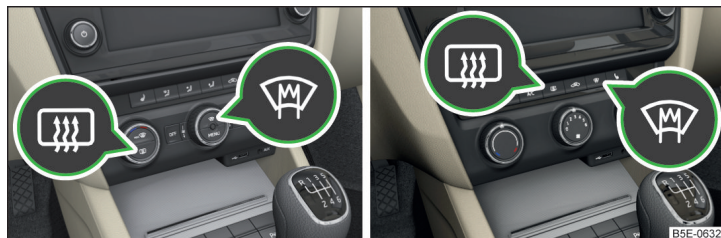

Fig. 55 Teclas para la calefacción del parabrisas y la luneta posterior: Climatronic / aire acondicionado manual, calefacción
**Teclas para la calefacción (según el equipamiento del vehículo) » fig. 55**